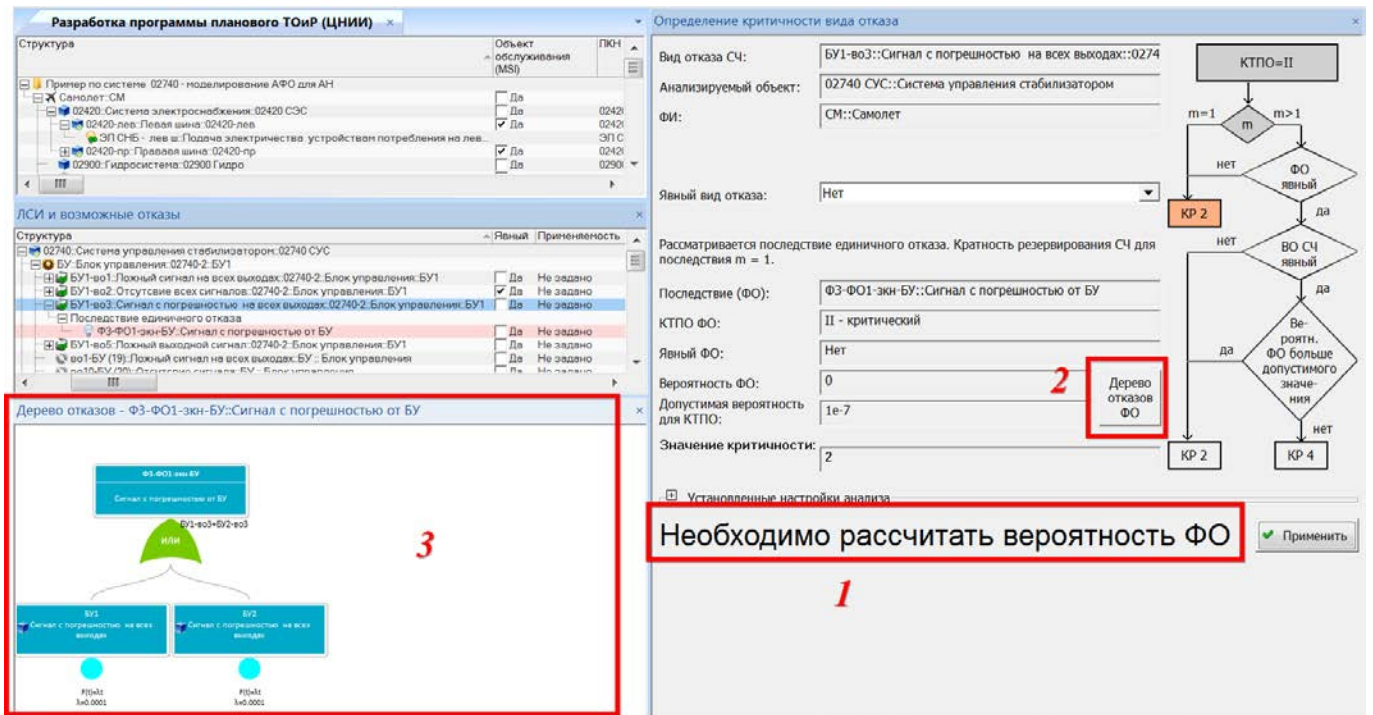

Рис. 11-137 – Расчет вероятности ФО
- 1) Нажать кнопку «Дерево отказов ФО» в окне «Определение критичности вида отказа» (рис. 11-137).